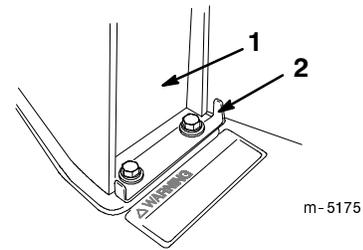

Figure 17
**Remarque :** Le verrou du volet du sac doit être à cheval sur la poignée du volet, et le bas du volet doit s'engager dans le support inférieur de l'éjecteur (Fig. 17).